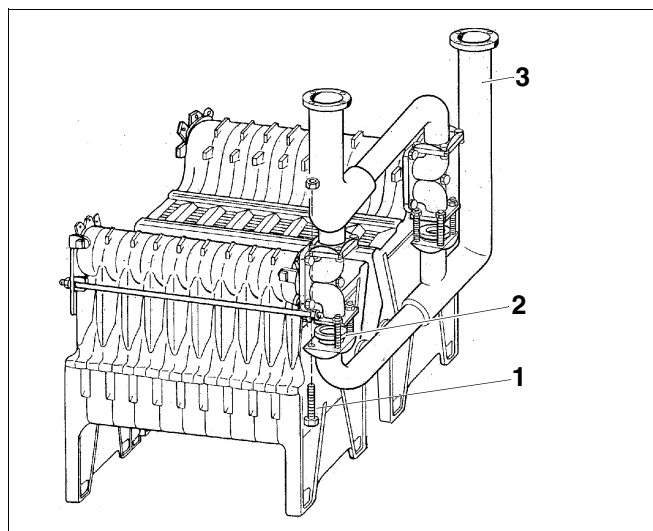

Fig. 28 Montage du tuyau de retour
- Visser sans le bloquer (en diagonale avec 1 ou 2 boulons M12 x 80 et écrous) le tuyau de retour (fig. 28, **pos. 3**) sur la bride de raccordement. Engager les vis par le bas (fig. 28, **pos. 1**).
- Placer les joints d'étanchéité (fig. 28, **pos. 2**) sur la bride de raccordement du tuyau de retour (fig. 28, **pos. 3**).
- Engager les deux vannes d'isolement motorisées entre les brides de sorte que les servomoteurs (fig. 28, **pos. 2**) soient orientés vers le milieu de la chaudière et que les branchements électriques soient situés vers le haut.
- Insérer les joints d'étanchéité (fig. 28, **pos. 2**) entre la face supérieure de la bride de la vanne et la pièce spécifique de raccordement.